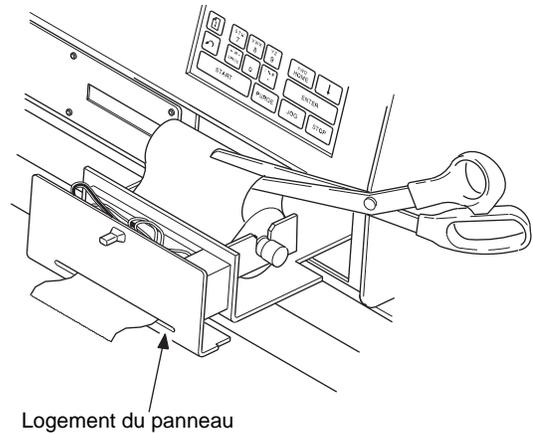

Figure 83 Retrait du papier coincé
4. Couper le papier le long du rouleau. Retirer délicatement le papier de l'imprimante en avançant la molette de chargement manuel ou en utilisant une pince à épiler ou une pince à petites mâchoires. Retirer le papier par le panneau avant. Voir la Figure 83.